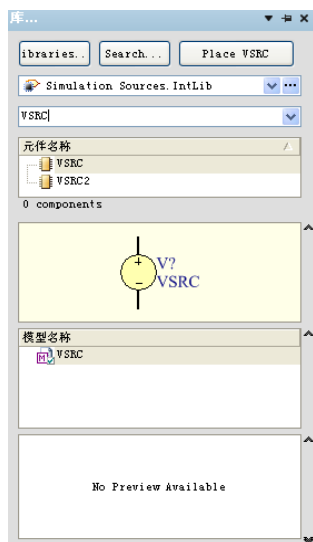

图 14-16 模拟电压源
Step3 在库面板上选择“Simulation Source.IntLib ”，如图14-16所示。然后在下面选择“VSRC”，双击则一个电源符号将悬浮在光标上。按Tab 键编辑其属性。在出现的对话框中，设置“Designator（标识符）”为V1。